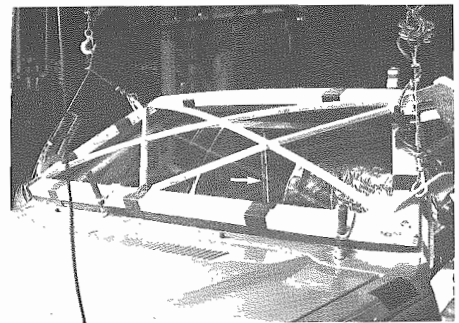

Fig. 28 - Puntone di rinforzo del padiglione
- Asportare il pannello leva cambio e montare internamente alla vettura il puntone di rinforzo del padiglione (**Fig. 28**). Montare la maschera di bloccaggio e portare gradualmente la pressione a 1 Atm. Tempo di bloccaggio: 180 min.